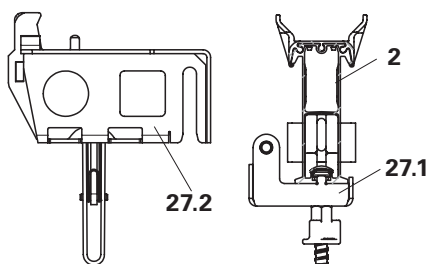

Fig. A10.07
1. Inserire la testa raccordo (27.1) con la testa della vite nella trave SLT 225 (campata principale) e serrare manualmente. (Fig. A10.07)